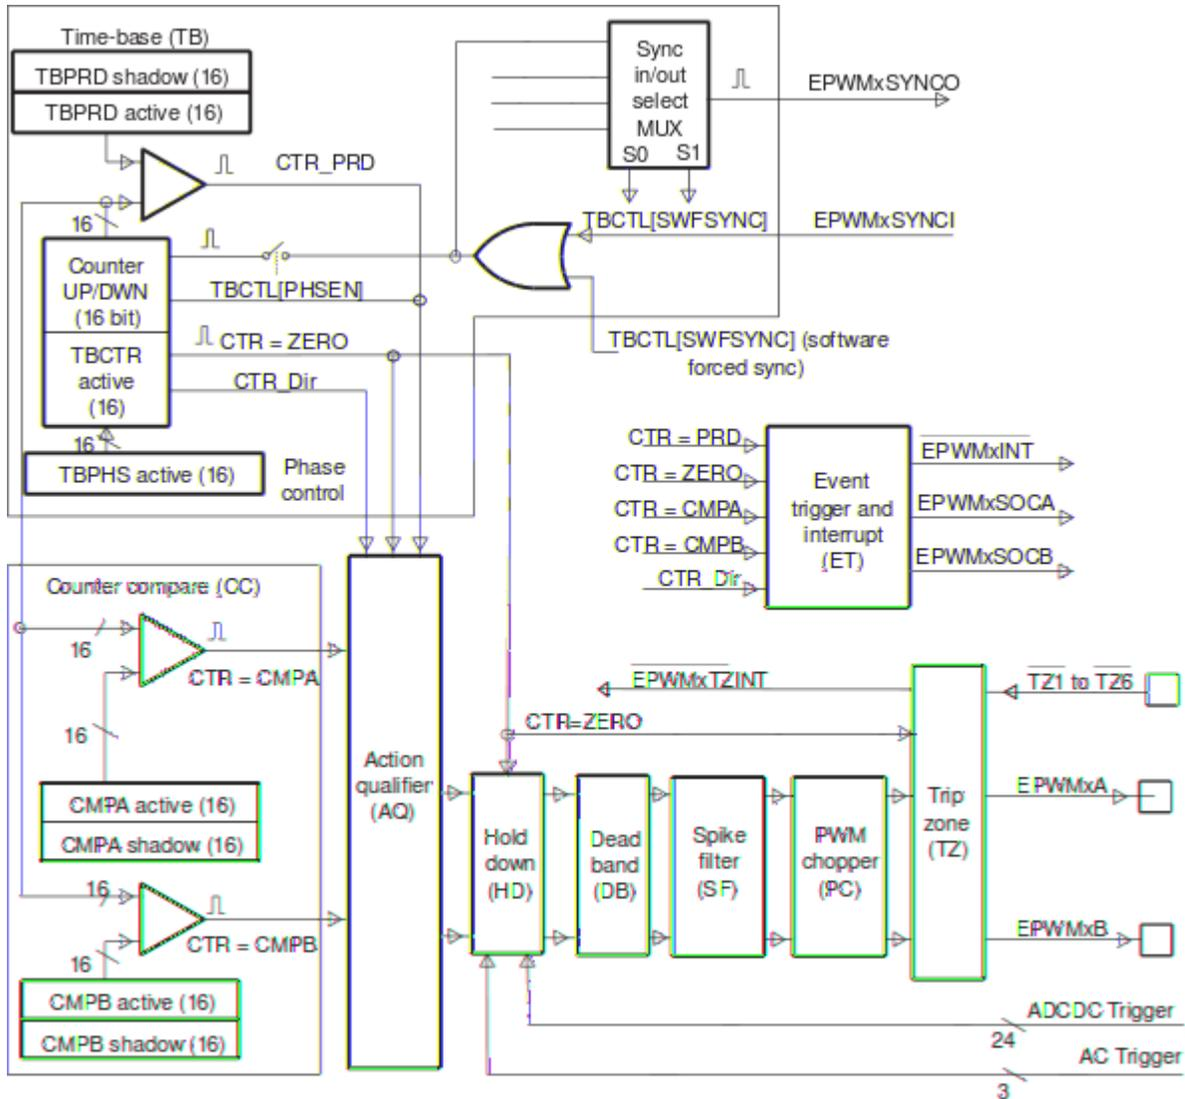

Рис.4 Структура Блока ШИМ (ePWM)
- Удерживает выходные сигналы, пока существует событие с Компаратора Блока АЦП (ADCDC Trigger на Рис.4). При пропадании сигнала с компаратора возвращение управления Обработчику событий переходит при счётчике таймера равном нулю.